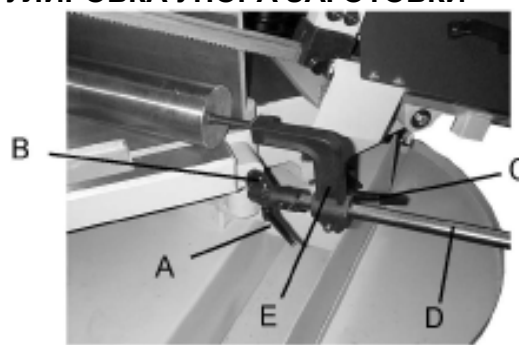

Рис.23
- Разблокируйте рукоятку (А, Рис. 23) и, используя шестигранный ключ (универсальный ключ), ослабьте установочный винт (В, Рис. 23).
- Постепенно толкайте направляйте упор вправо, пока не получите нужный угол, затем затяните установочный винт (В, Рис. 23) и рукоятку (А, Рис. 23).
- Ослабьте рукоятку (С, Рис. 23) и в соответствии со шкалой (D, Рис. 23) отрегулируйте длину упора, перемещая кронштейн (Е, Рис. 23).
- Затяните рукоятку (С, Рис. 23).